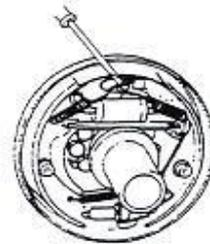

figure 2-17
(2) Démontez le ressort de rappel sur la chaussure de frein. Voir figure 2-17